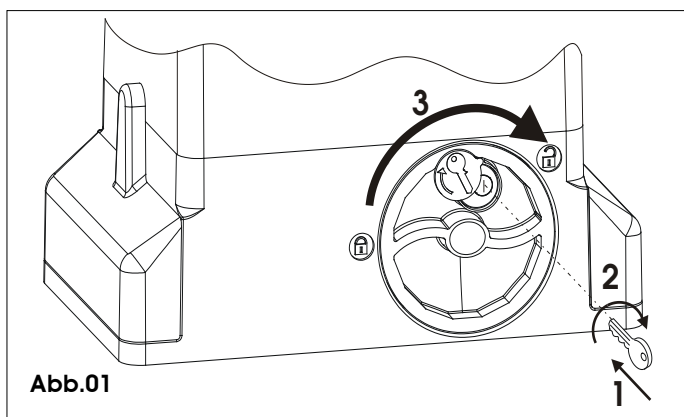

Abb.01
- 1) Introduire la clé spécifique fournie et la tourner dans le sens des aiguilles d'une montre d'après la Fig. 01 réf. 1 et 2.
- 2) Tourner le système de déverrouillage dans le sens des aiguilles d'une montre jusqu'à l'arrêt mécanique, Fig. 01 réf. 3.